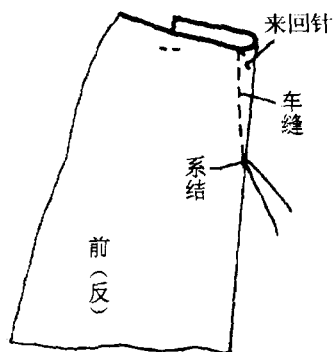

图 3-4
4. 缝制前裙片省。以省中心线为基准,将前裙片正面对,顺省的净印车缝。在省的上端车缝来回针,省尖处不要车缝来回针,将上下车缝线各留5~7cm。见图3-4。